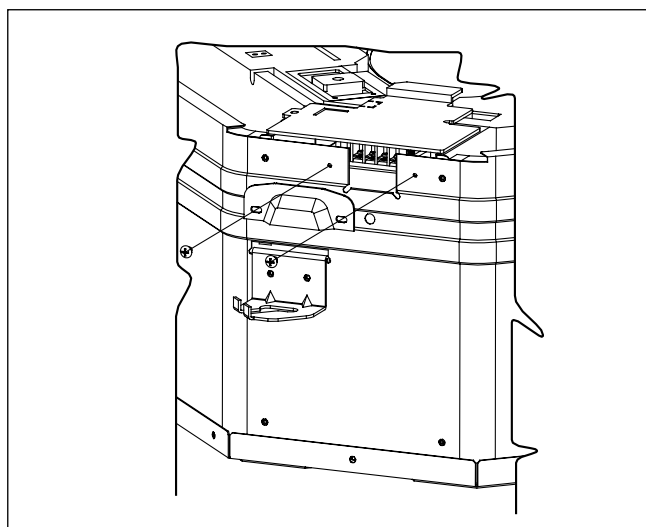

Figura 3
1. Rimuovere i copricavi svitando 2 viti, come mostrato nella figura 3.